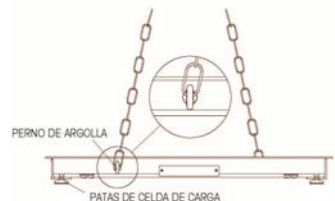

Figura 1. Método de levantamiento.
2. Instale los dos pernos de argolla incluidos en lados opuestos de la báscula como en la Figura 1.